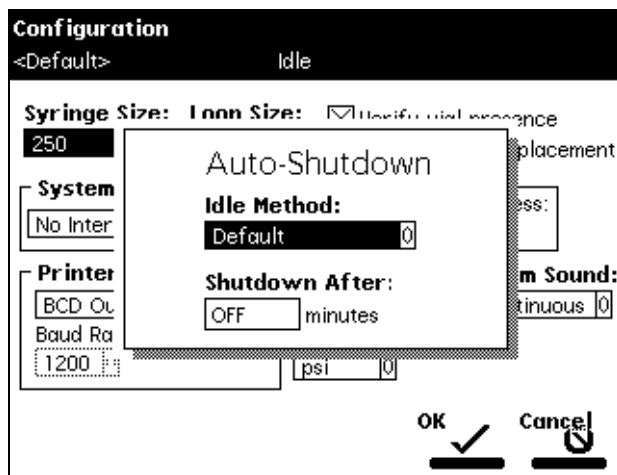

图 3-6 自动关闭对话框
2. 按 **Auto Shutdown（自动关闭）** 屏幕键。将出现 Auto-Shutdown（自动关闭）对话框，如图 3-6 所示。